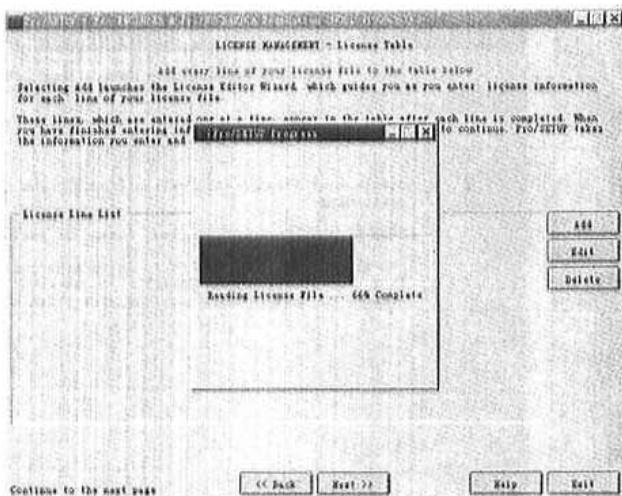
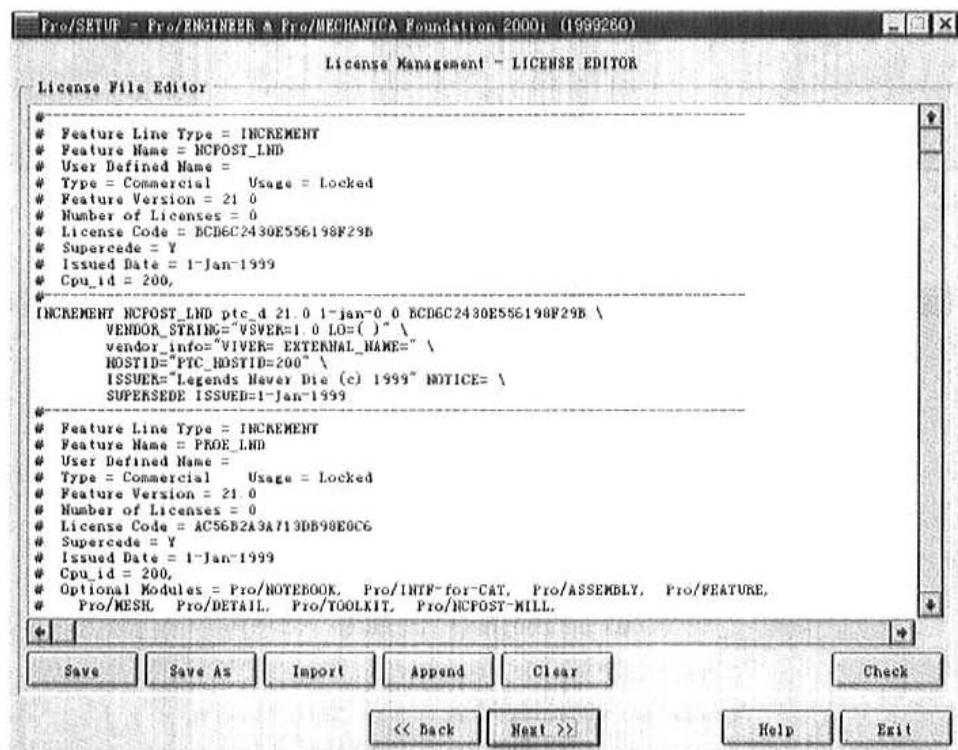

图 1-11 显示安装进度
图 1-12 许可信息内容
(7) 再次单击 Next 按钮，将显示如图 1-11 所示的进度提示框。当安装完成后，将进入如图 1-12 所示的对话框中。它包含了许可文件的所有信息，如果不满意，可以直接在其中进行修改。